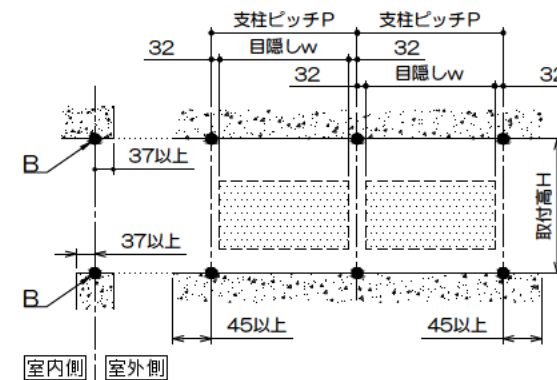

図1. 取付位置の墨出し(通路用)
(1) 下記の計算式にて、目隠しパネルの目隠しwから支柱ピッチPを計算してください。
(2) 支柱ピッチPを算出後、アンカーを埋め込む位置Bに墨出しを行ってください(図1・図2)